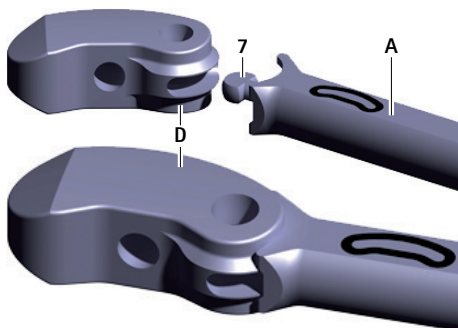

Fig. 2 Acoplamiento del implante de prueba al instrumento de inserción
- Acople el implante de prueba **D** al diedro **7** del instrumento de inserción **A**, ver Fig. 2. Para ello, tenga en cuenta la orientación del implante de prueba (guíese por la inscripción situada en el instrumento de inserción).